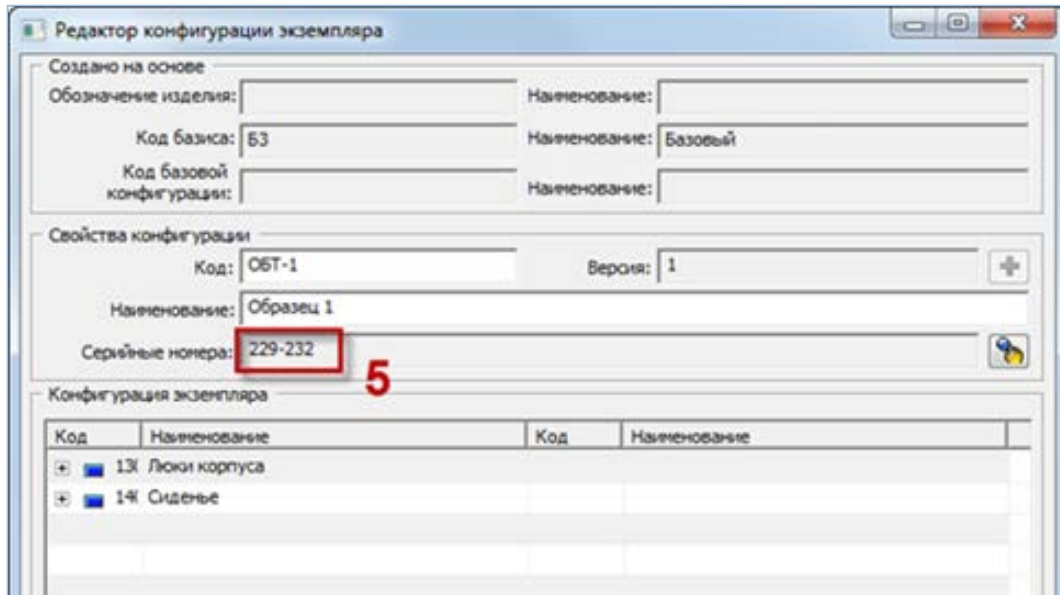

Рис. 13-79 – Поле «Серийные номера» заполнено
11) В поле «Серийные номера» будет выведен номер заказа, который был создан в окне создания заказа (5 на рис. 13-79). Если конфигурация содержит несколько заказов, то будут перечислены все серийные номера.